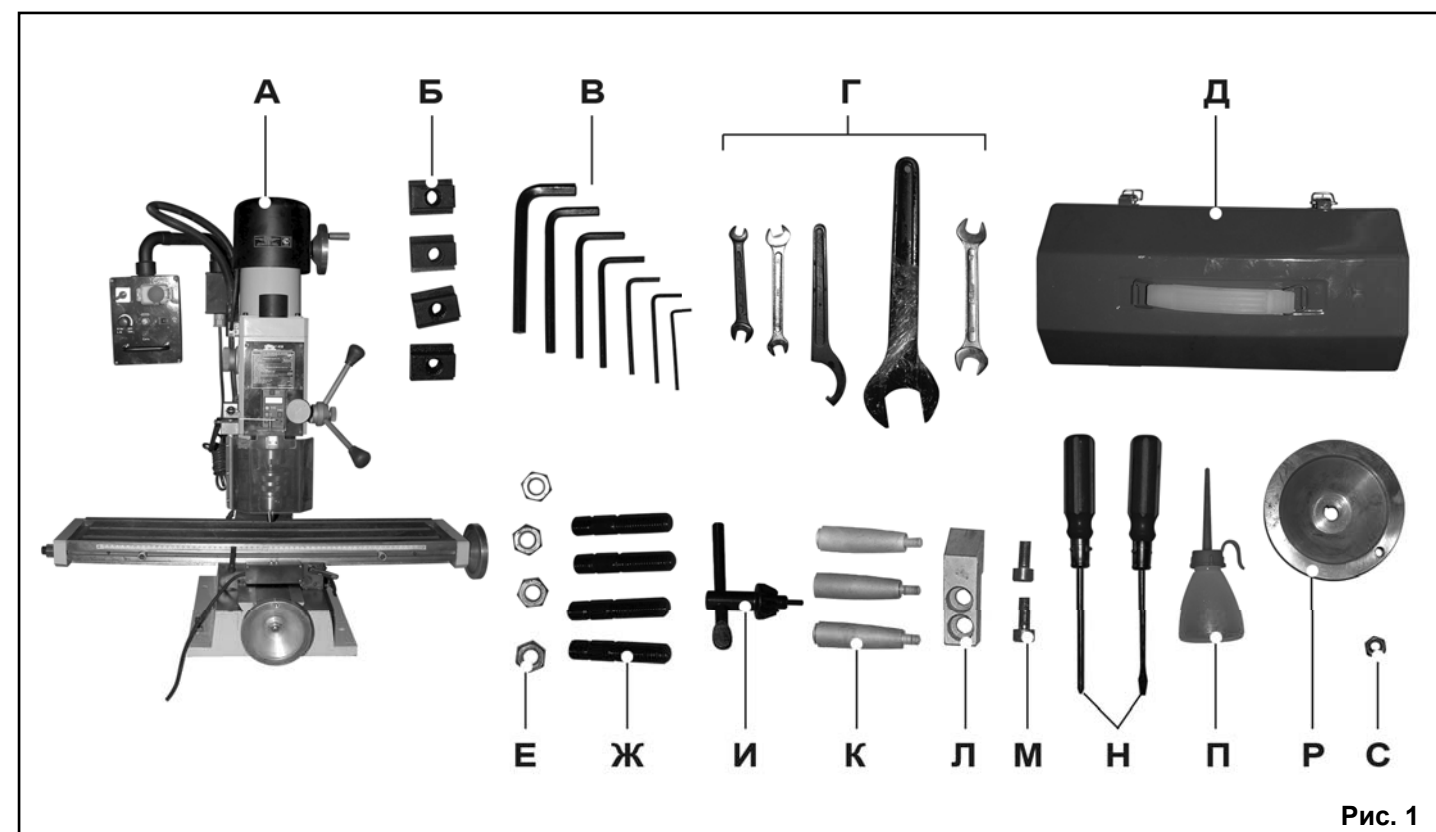

Рис. 1
3. КОМПЛЕКТНОСТЬ СТАНКА (Рис.1)